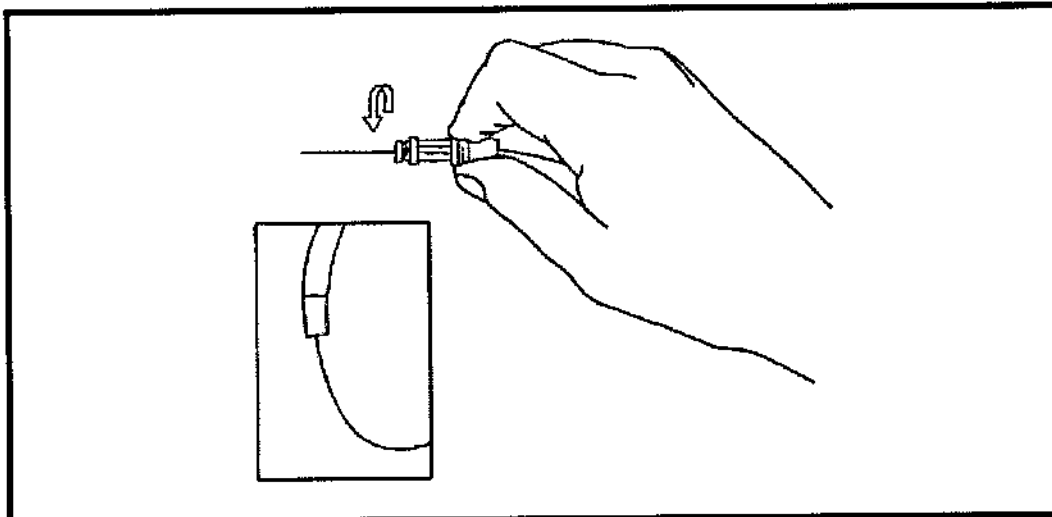

Figura 4.
Paso 3. Si el bucle todavía no se ha eliminado, gire la guía media vuelta en la otra dirección (sentido contrario a las agujas del reloj) y compruebe si ya ha desaparecido (consulte la figura 4).